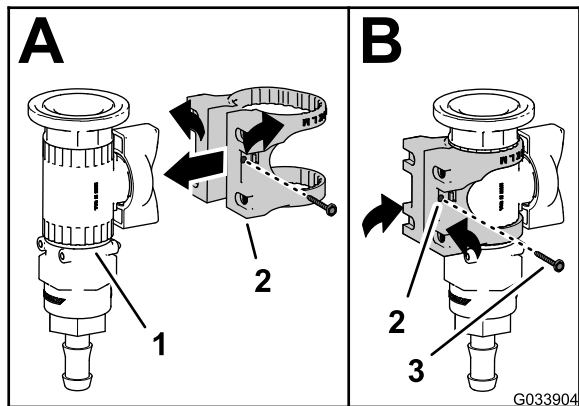

図 27
1. 図 27 の A に示すように、制御バルブにバルブマウントを組み付ける。
2. フランジヘッドねじ#6を使って、バルブマウントを制御バルブに固定し、ねじを手締めする 図 27 の B。